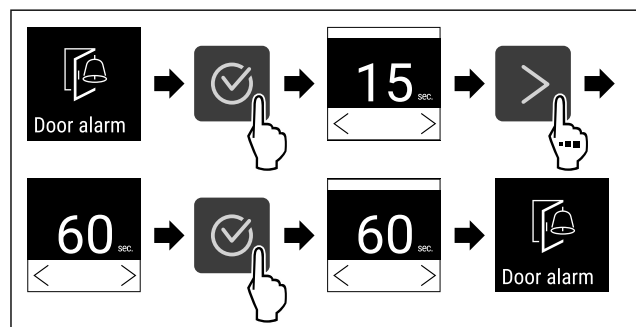

Fig. 88
- ▶ Провести етапи операцій (див. Fig. 88) .